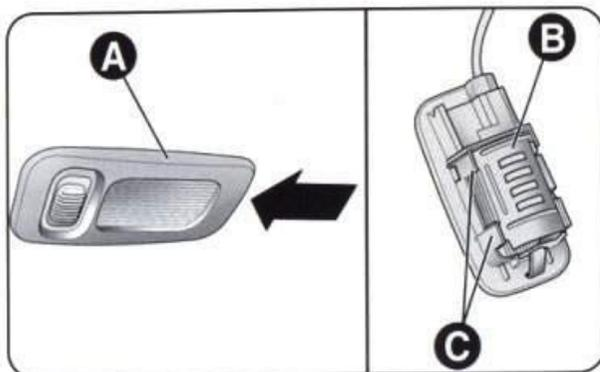

рис. 36
- опустите противосолнечный козырек, снимите фонарь А (рис. 36), действуя рычагом в указанных стрелками местах;